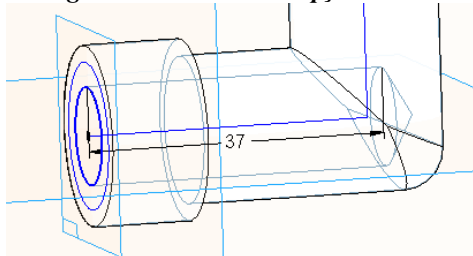

Fig. 8.20 Finalizare primul alezaj
- Îndreptăm maus-ul astfel încât acesta să indice spre piesă si dăm un clic. Apăsăm **Finish**. (fig. 8.20)